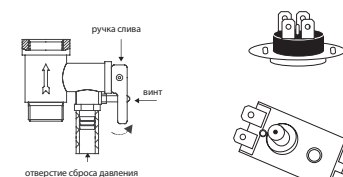

Рис. 8
– открутить гайку крепления термовыключателя, закрепленного на фланце ТЭНа, перевернуть термовыключатель и нажать до щелчка кнопку, расположенную по центру термовыключателя рис. 8;